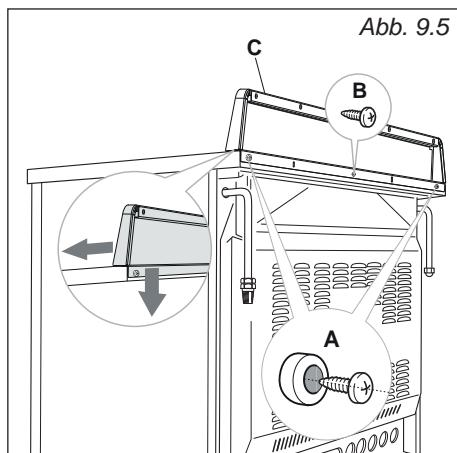

Abb. 9.5
Vor dem Aufstellen des Herds zunächst die hintere Schutzabdeckung "C" montieren (Abb. 9.5).
- Die Bolzen "A" (Abb. 9.5) abnehmen; dazu die Befestigungsschrauben abschrauben.